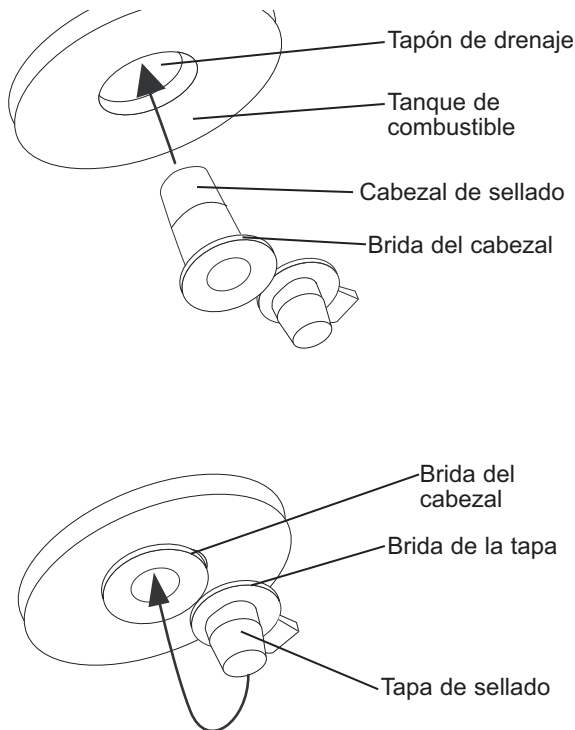

Figura 12. Reinstalación del Tapón de Drenaje
4. Para reinstalarlo, presione e inserte completamente el cabezal de drenaje en el orificio de drenaje, y luego presione e inserte completamente la tapa de sellado en el orificio del cabezal de drenaje para fijar éste en posición (véase la **Figura 12**).